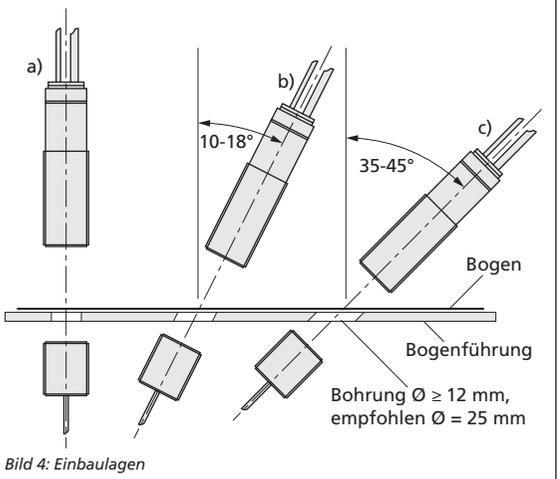

Bild 4: Einbaulagen
- Falls Sie den Sender versenkt einbauen bzw. eine Bogenführung zwischen Sender und Empfänger vorgesehen haben, muss die Bohrung einen Durchmesser von ≥ 12 mm haben, empfohlen wird ein Durchmesser von 25 mm (Bild 4).